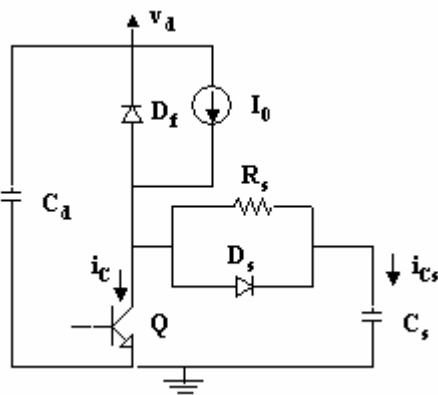

Fig 2. 25 Red snuber para turn off.
**Fig 2. 26** Formas de onda de la corriente y la tensión durante el turn-off. El área sombreada representa la carga almacenada en la capacidad snubber durante el turn - off, carga que tendrá que ser disipada por el transistor. El valor  $C_{s1}$  se corresponde con el valor  $C_s$  calculado en la ecuación E2.48